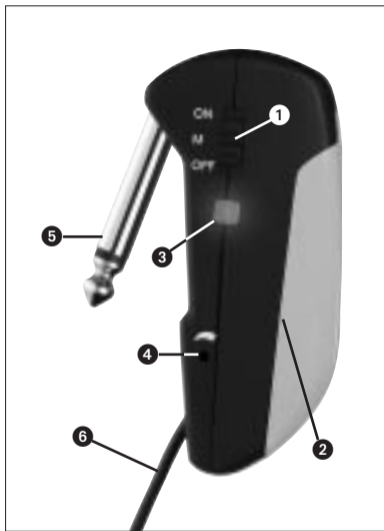

Fig. 1 : Eléments de commande sur le GB 40
2.5 Eléments de commande (voir Fig. 1)